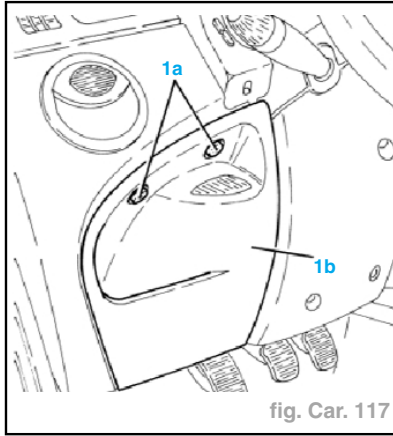

fig. Car. 117
- Dévisser les vis (1a) et déposer la protection de la centrale (1b) (fig. Car. 117).